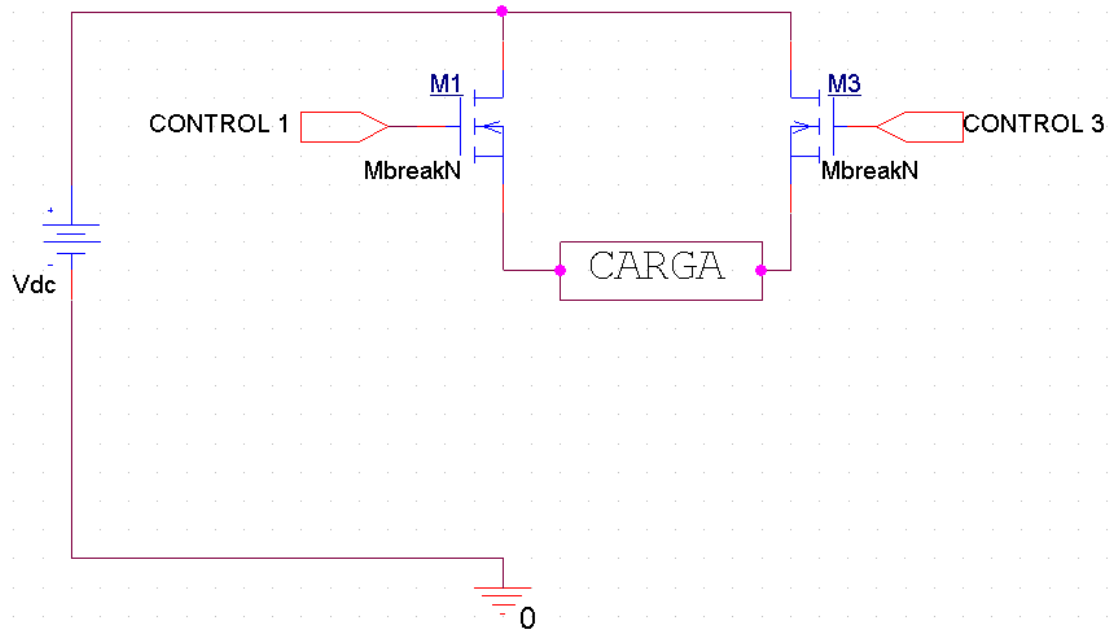
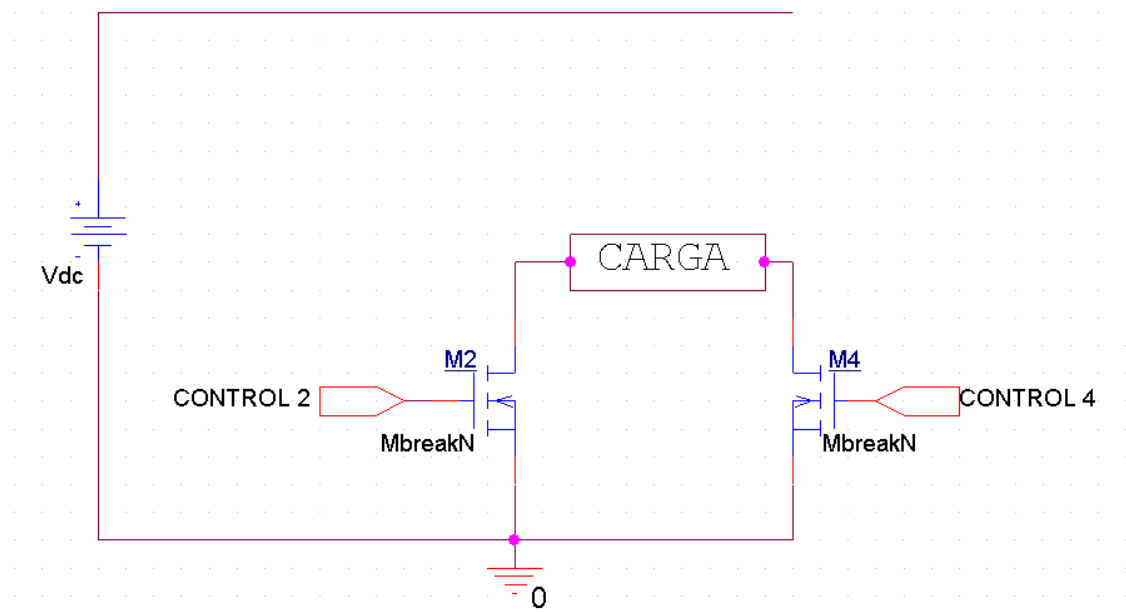

Figura 25: Tensión del inversor si conducen M_1 y M_3
Figura 26: Tensión del inversor si conducen M_2 y M_4
- El último caso lo comparten dos estados y corresponde a cuando los interruptores M_1 y M_3 , o M_2 y M_4 están cerrados, en ambos casos la tensión de salida será de 0V ya que el circuito en los dos estados estaría abierto. El primer caso se observa en la figura 25 y el segundo caso en la figura 26.